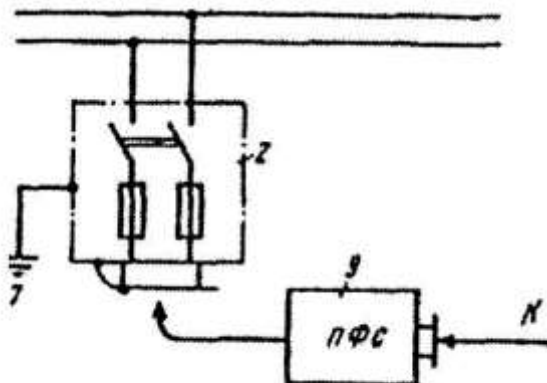

Рис. 3. Схема низковольтной сети
13. Какие характеристики низковольтной сети изображены на схеме рис. 3